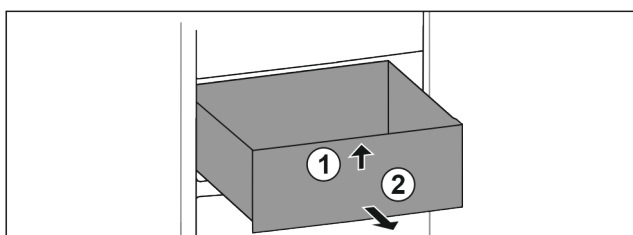

Fig. 21
- ▶ Levante el cajón por delante. Fig. 21 (1)
- ▶ Extraiga el cajón hacia delante. Fig. 21 (2)